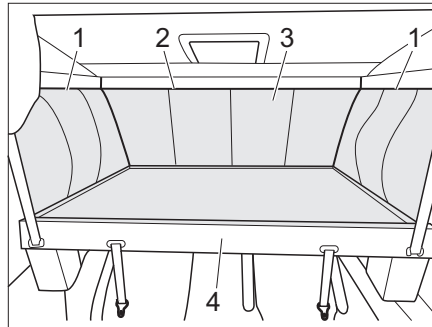

Bild 85 Zugang zum Rollokasten
- Hubbett (Bild 85,4) absenken (siehe Kapitel 7.16.3).
- Um den Hubbetsack (Bild 85,3) zu lösen, seitliche Reißverschlüsse (Bild 85,1) im oberen Bereich von vorne nach hinten und im vorderen Bereich (Bild 85,2) öffnen.
- Hubbetsack (Bild 85,3) abziehen (Klettbefestigung).